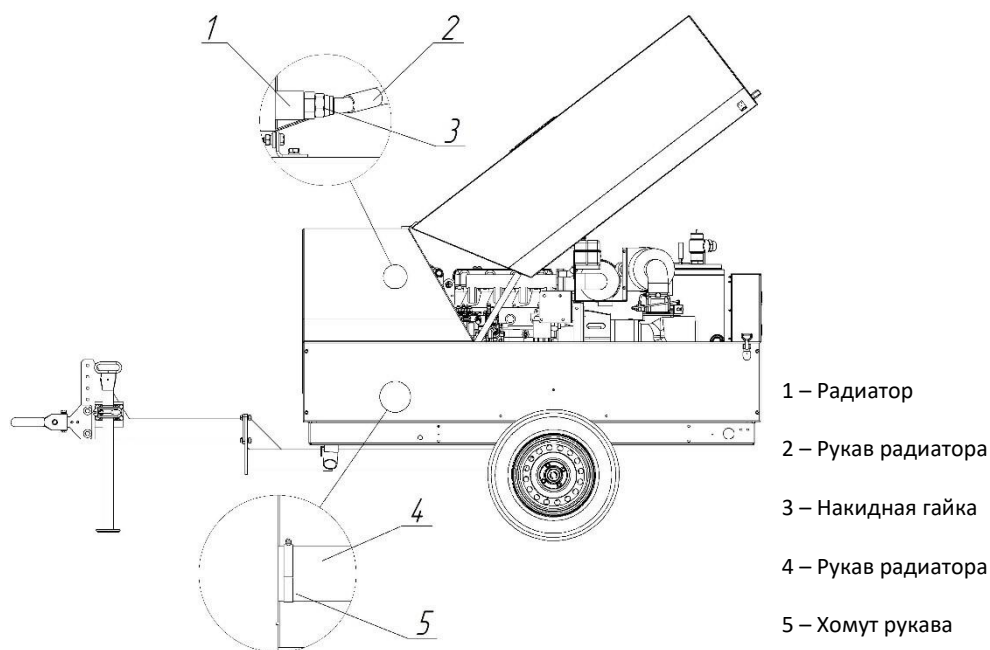

Рис. 6.4.1
4. Отверните накидную гайку поз.3 Рис.6.4.1 рукава радиатора поз.2 Рис.6.4.1 и отсоедините рукав от радиатора, затем слейте всё масло в заранее подготовленную для этого ёмкость.
Слейте всю СОЖ из системы охлаждения в заранее подготовленную ёмкость. Для этого ослабьте хомут поз.5 Рис.6.4.1 рукава радиатора и отсоедините рукав поз.4 Рис.6.4.1 от радиатора. Затем соедините всё обратно. Открутите пробку на расширительном бачке и залейте в расширительный бачок около 15 л СОЖ. Запустите двигатель на 5-10 минут. Отключите двигатель и проверьте уровень СОЖ в расширительном бачке, он должен находиться между отметками «MIN» и «MAX». При необходимости долейте СОЖ.